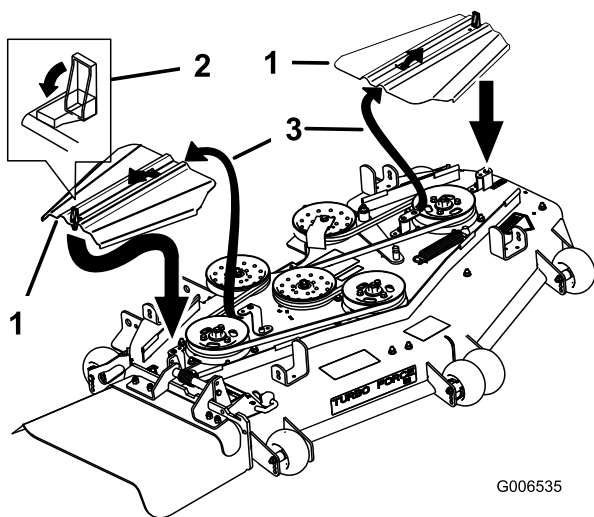

Figura 63
12. Instale las cubiertas de las correas deslizando la cubierta sobre la pestaña, instale los pernos y cierre los enganches (Figura 63).